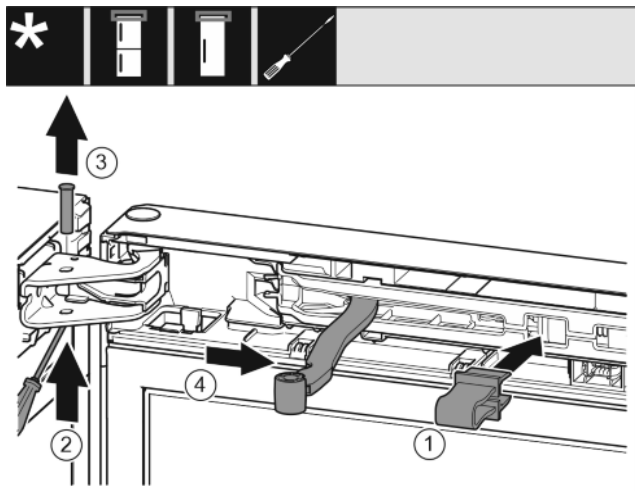

Fig. 7
- ▶ Čap vyberte nahor. Fig. 7 (3)
- ▶ Kĺb otočte v smere dverí. Fig. 7 (4)
- ▶ Poistku zaklapnite v otvore. Fig. 7 (1)
- ▶ Čap vysuňte skrutkovačom. Fig. 7 (2)